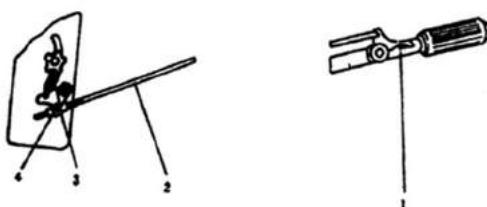

**Рис. 9.
3. РЕГУЛИРОВКА ТОРМОЗА (РИС. 9)